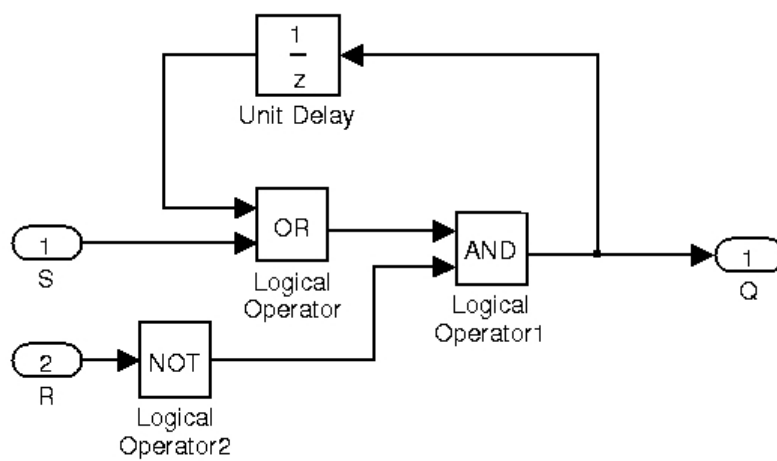

FIGURE 2 – Mémoire avec reset.
- Après terminer le demi-tour, le contrôleur doit revenir dans l'état avant le mode d'anti-collision, il est utile de pouvoir "réinitialiser" les variables importantes du contrôleur. Pour ceci, voir la Figure 2 pour un exemple de bloc "mémoire avec reset".